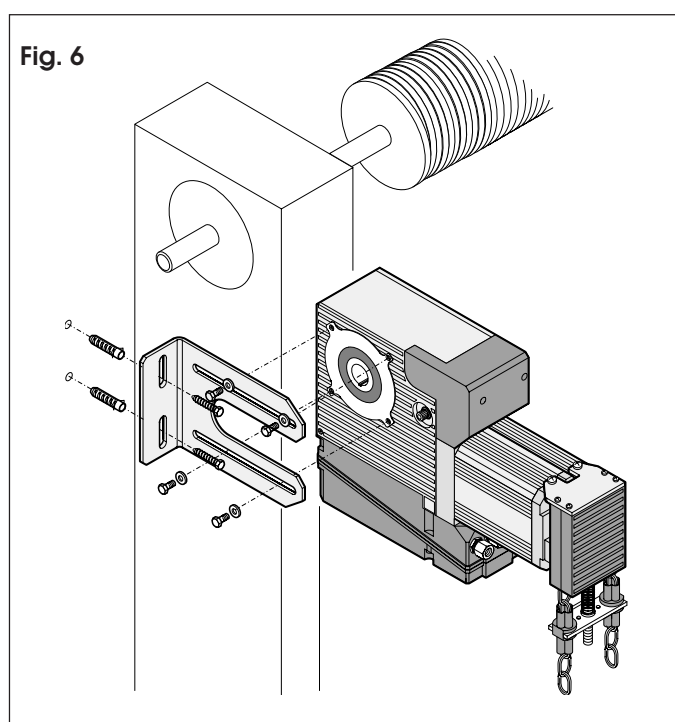

Fig. 6
- Positionner l'opérateur (voir paragraphe 5.1) et poser la plaque sur le support (mur ou structure métallique) de fixation choisi (voir figure 6).